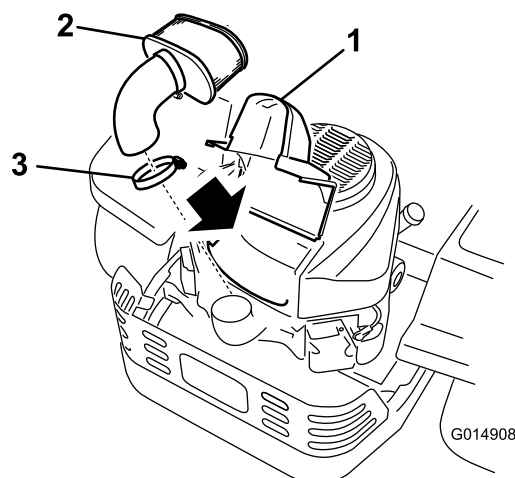

Figura 34
3. Pulite intorno al coperchio del filtro dell'aria per evitare che la morchia possa penetrare nel motore provocando gravi danni. Sollevate il coperchio e rimuovete la fascetta stringitubo che assicura il gruppo filtro dell'aria al motore (Figura 34).
4. Allentate la fascetta stringitubo e rimuovete l'elemento di carta (Figura 34).